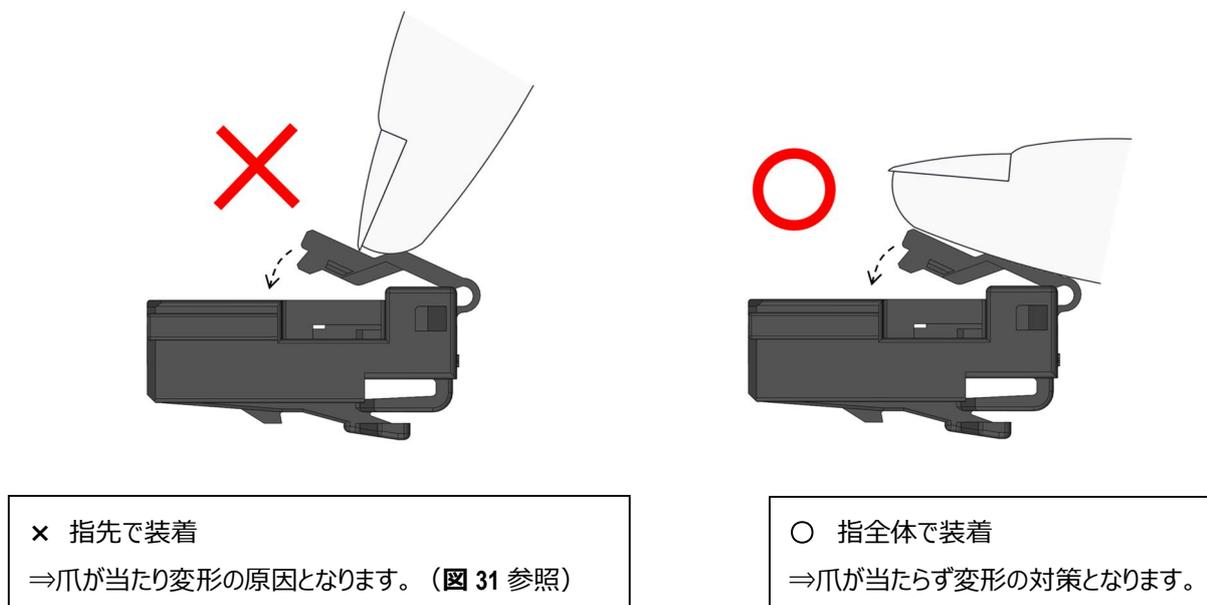

図 30. 二次係止部装着時注意点
④ 図.30 に示す様に、二次係止部を爪で装着しない様にしてください。